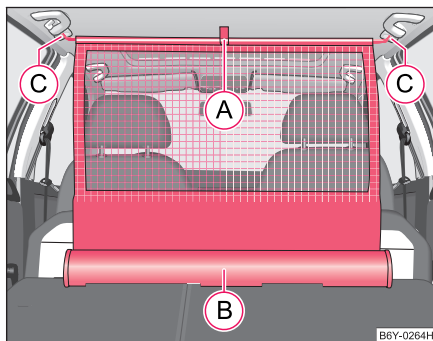

Fig. 59 Desenrollar la red divisoria
- Tire de la red divisoria por la lengüeta (A) y sáquela de la caja (B) ⇒ fig. 59.
- Monte la barra transversal en el alojamiento (C), primero en un lado, y presione la barra transversal hacia delante.
- Sujete de igual modo la barra transversal en el otro lado del vehículo, alojamiento (C).